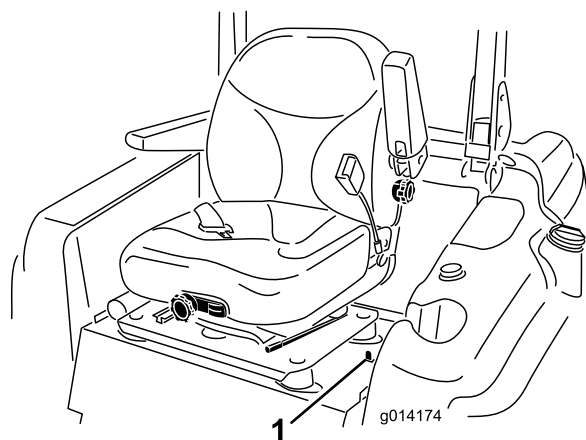

図 17
1. 運転席の左側に配置されている座席固定ラッチを後ろに倒すと、運転席全体を前に倒せるようになる (図 17)。